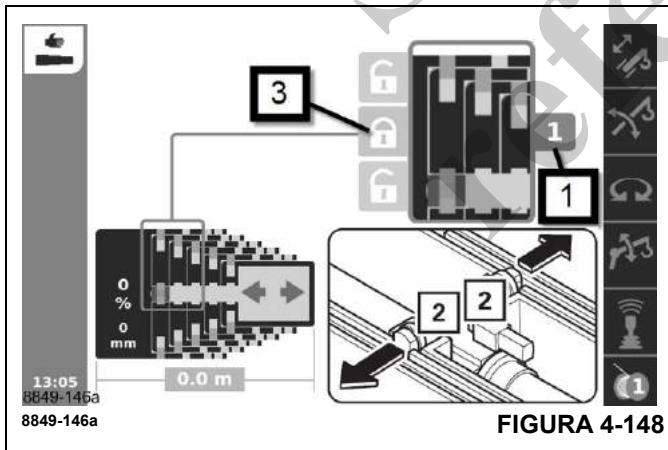

FIGURA 4-148
- Consulte la sección (Figura 4-148).
- Telescópice hasta la longitud fija deseada, por ejemplo, sección telescópica (1) 1 a 100 %.